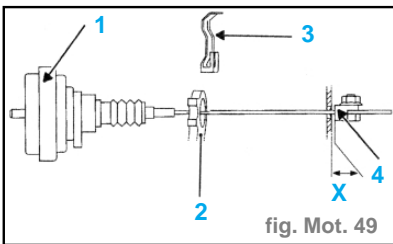

fig. Mot. 49
- Déposer l'agrafe de maintien (3). (fig. Mot. 49)
- Mettre en place le poumon (1) sur la ferrure arrière de la pompe d'injection (2).
- Clipser l'agrafe de maintien (3) sur le poumon. (fig. Mot. 49)
- Mettre en place l'arrêt de câble (4) sur le câble